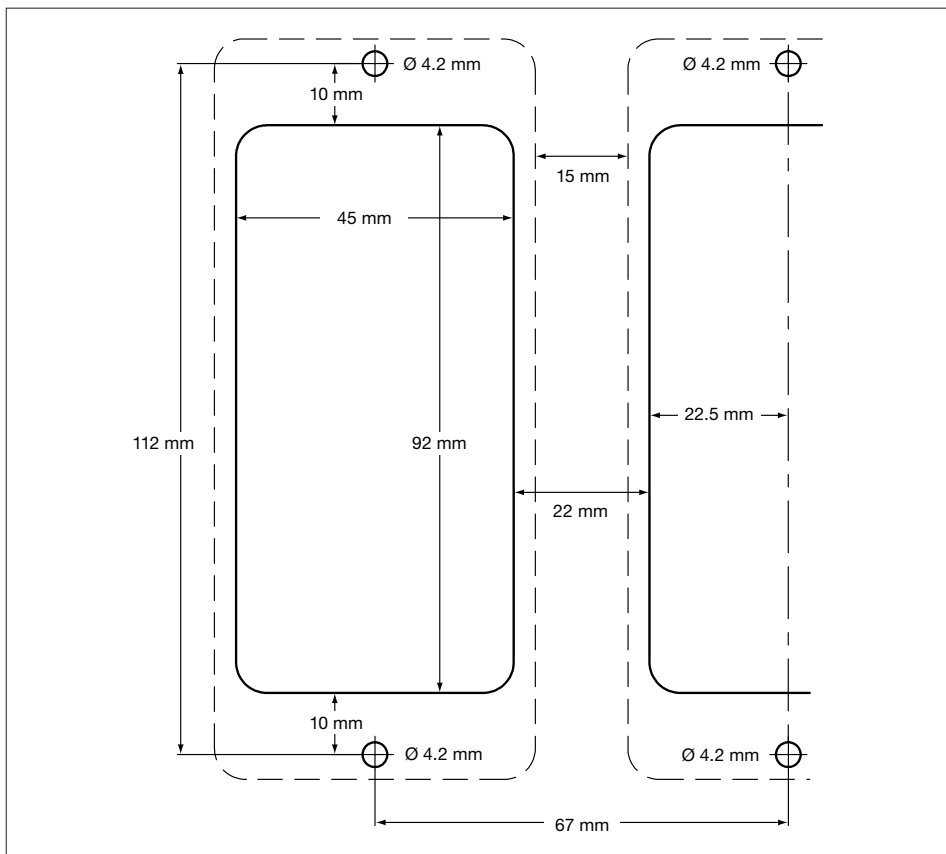

Bild 13. Montageschablone für Frontplattenmontage - Montage auf Montageplatte
- Löcher in die Montageplatte bohren, siehe Bild 13.
- Frontplatte mit einem Ausschnitt, wie in Bild 13 dargestellt, versehen. Anschließend die beiden Bohrungen in die Frontplatte wie in Bild 13 gezeigt, anbringen.